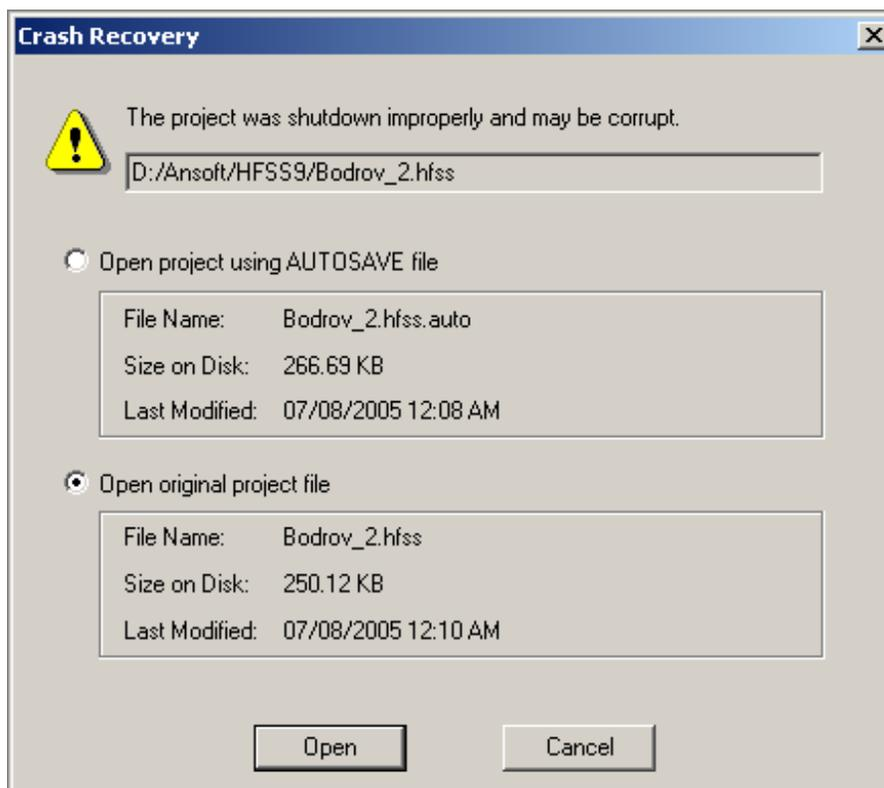

Рис. 1.17. Диалог восстановления файла задачи
2. В меню **File** нажмите **Open**, и затем выберите первоначальный файл проекта Projectn.hfss, который Вы хотите восстановить, при автоматически сохраняющемся файле Projectn.hfss.auto. Появляется окно **Crash Recovery** (рис. 1.17), которое позволяет открыть или оригинальный проектный файл или файл, который автоматически сохранился после остановки расчета.
3. Выберите **Open project using autosave file** (рис. 1.17), чтобы восстановить проектные данные из автосохраняющегося файла, и затем нажмите **ОК**. HFSS заменит первоначальный проектный файл данными из автосохраняющегося файла. HFSS при этом данные из первоначального файла проекта будут потеряны.